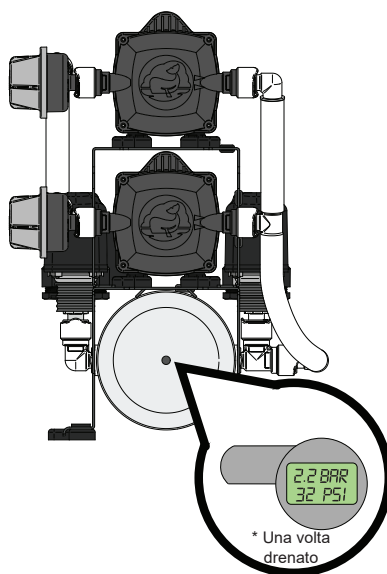

Figura 7 – Collocazione della valvola per il controllo annuale
- Controllare annualmente la pressione del serbatoio accumulatore come illustrato nella figura 7. Se necessario, usare una pompa manuale o a pedale per aumentare la pressione.